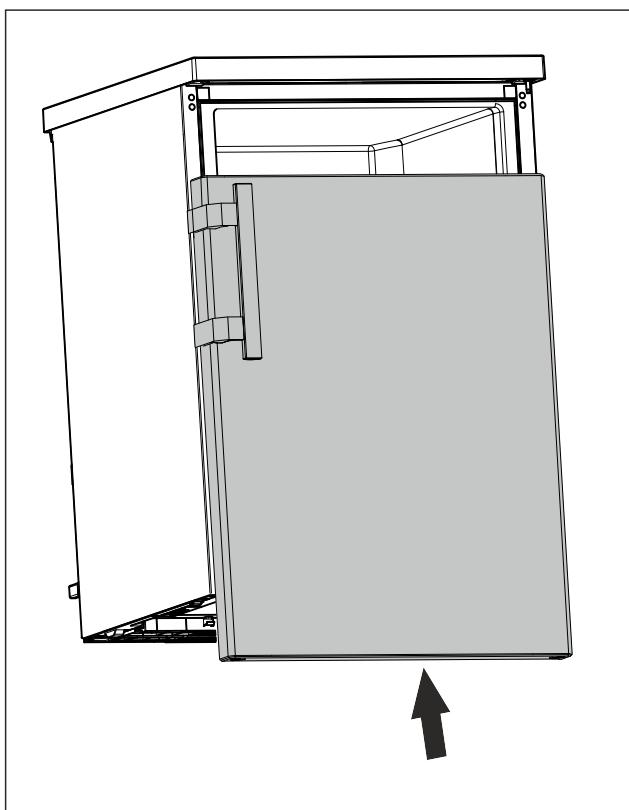

Fig. 21
- У закритому стані насуньте дверцята на верхній болт. (див. *Fig. 21*)